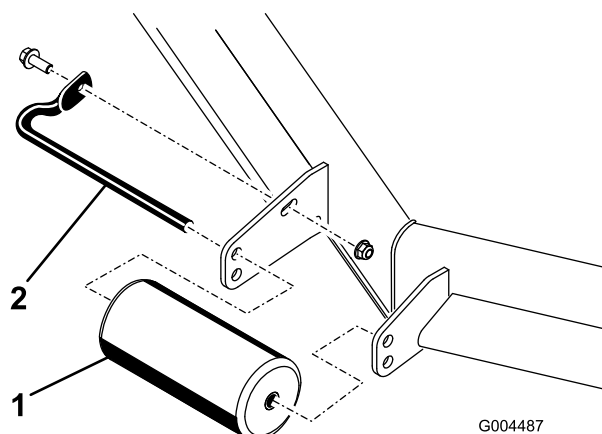
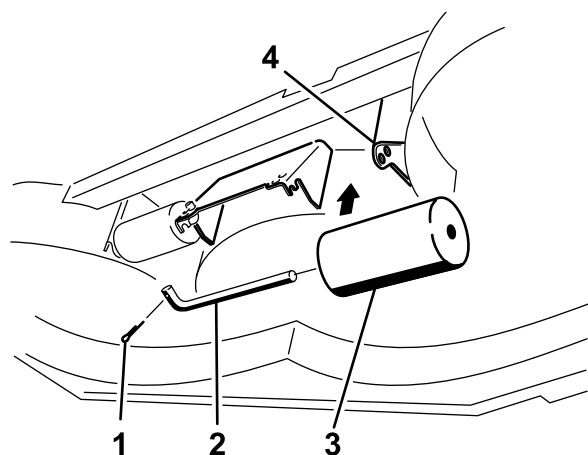

Figura 20
Figura 24
- Retire os dispositivos de fixação que fixam cada rolo na plataforma do cortador e desloque os rolos para cima ou para baixo conforme desejado; consulte Figura 20 a Figura 24 conforme se aplique ao seu cortador.